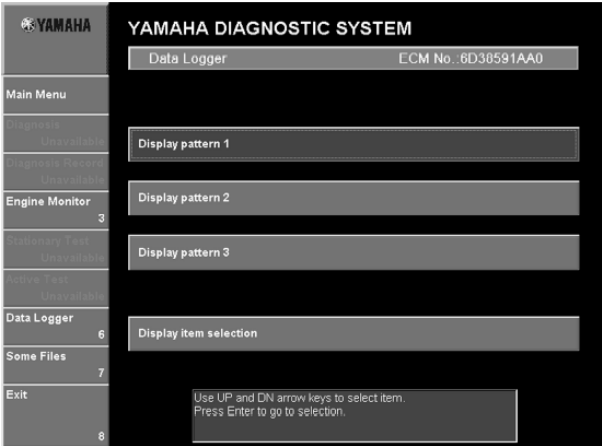

Рис. 99
3. Выбрать Шаблон отображения или щелчком **Шаблон отображения 1, Шаблон отображения 2, Шаблон отображения 3** или нажимая клавиши курсора вверх или вниз на клавиатуре и далее нажмите клавишу Enter. (Рис. 99)